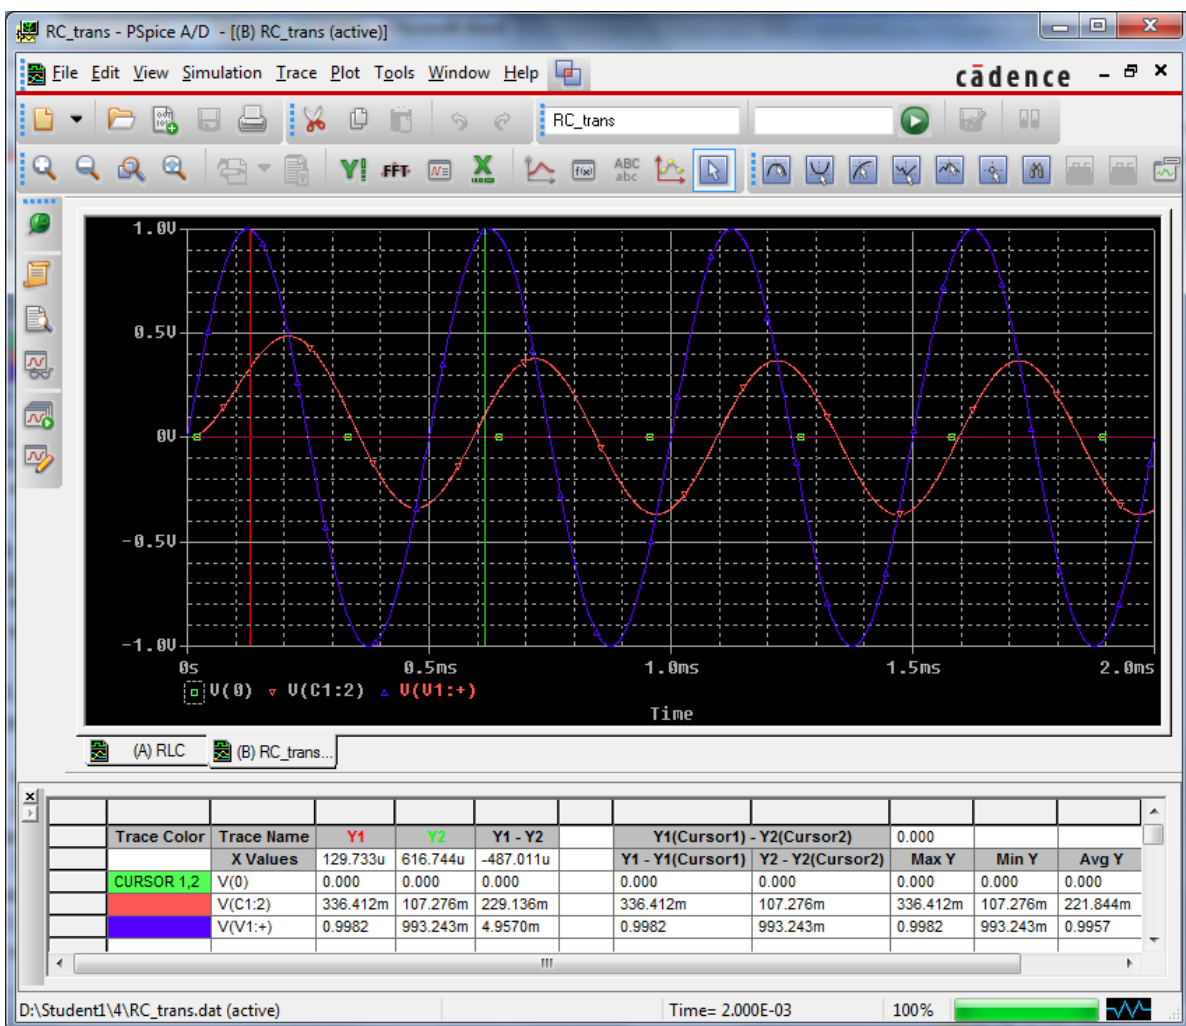

Рисунок 6.19 – Діаграми напруг на екрані *Probe* з встановленими курсорами
Після виклику курсору на екрані *Probe* сталися деякі зміни. Тепер на екрані відкрилося нове вікно, вікно курсору (рис. 6.19). У ньому відображаються поточні координати двох курсорів *Probe*. Обидва курсори спочатку знаходяться в точці відліку діаграми з координатами 0,000/0,000, тобто в точці 0 (мс) / 0 (В).
У вікні курсору ви можете бачити координати того місця, де встановлений курсор, з точністю до третього знака після коми. До якої з двох діаграм, зображених на екрані *Probe*, належать показання курсору, ви можете визначити, у вікні курсору, що знаходиться в нижній частині *Probe* (рис. 6.19).
28. Якщо тепер натиснути на праву клавішу миші, то буде активований другий курсор. За необхідності можна розташувати курсор в іншій точці діаграми (рис. 6.19).